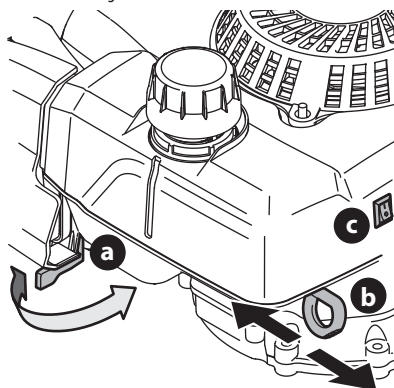

Figure 7
1. Le cas échéant, vérifiez que la soupape de carburant (a) est ouverte (Figure 7).
3. Appuyez sur l'interrupteur (c) pour démarrer le moteur (Figure 7).